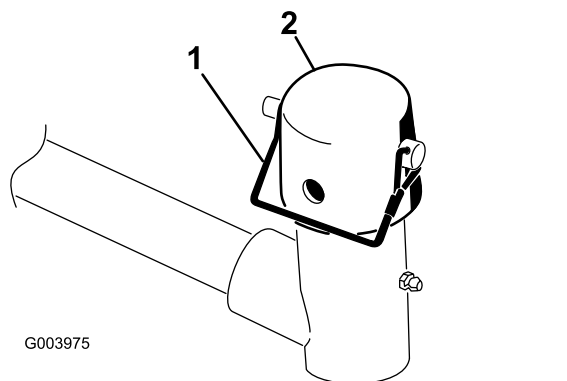

Bild 9
9. Nehmen Sie den Einraststift und die Kappe vom Gelenkjoch des Hubarms ab (**Bild 9**).